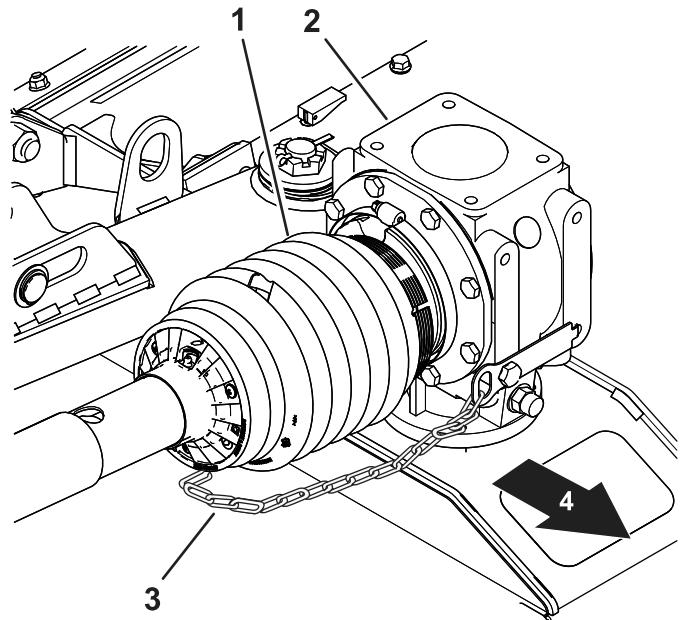
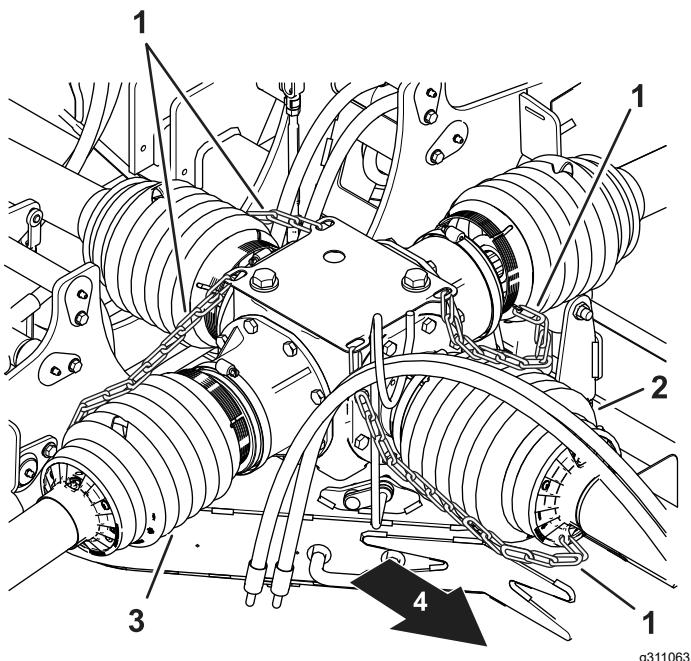
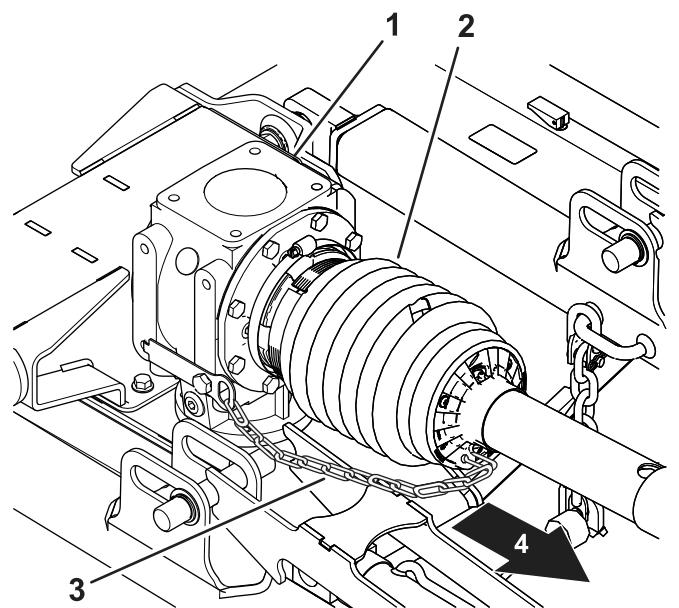
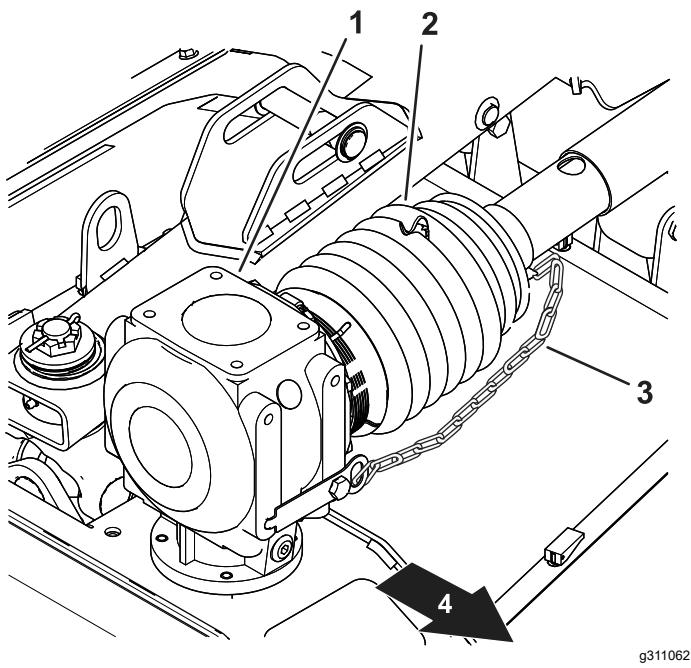

Figura 19
Figura 18
Figura 20
Figura 21
6. Compruebe que las cadenas de seguridad de los protectores del árbol de transmisión están conectadas a la caja de engranajes central y a las cajas de engranajes de cada carcasa de corte (Figura 18, Figura 19 Figura 20 y Figura 21).